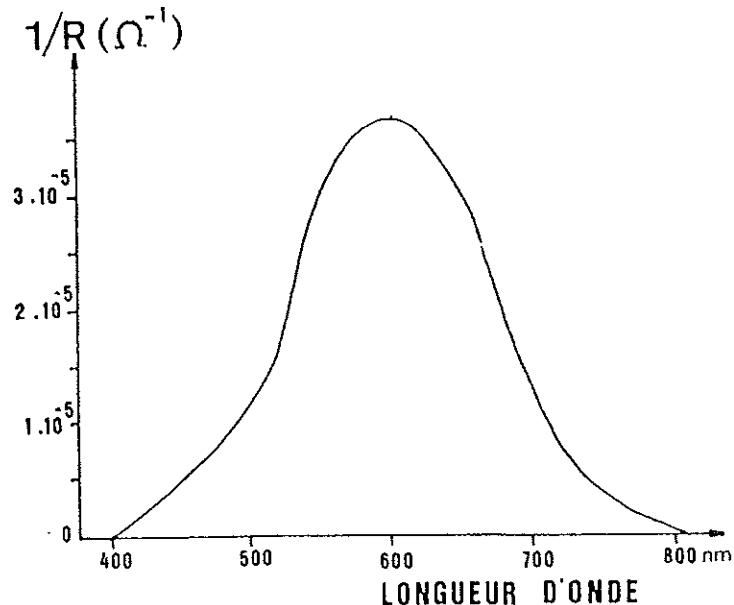

figure 25 : Courbe résultant de la combinaison de la réponse spectrale de la photorésistance et de l'émissivité de la source de lumière blanche
- on constate que la résistance de la cellule photorésistive varie quand on la déplace dans le spectre d'ordre 1. Dans le bleu-violet, la résistance est grande car la photocellule est peu sensible dans ce domaine de longueurs d'onde et la lumière émise par la lampe à halogène du projecteur est pauvre en rayonnement bleu-violet. La résistance est minimale dans le jaune et dans l'orange (figure 25). Remarquer aussi la sensibilité de la photorésistance au rayonnement proche infrarouge (760 à 800 nm).